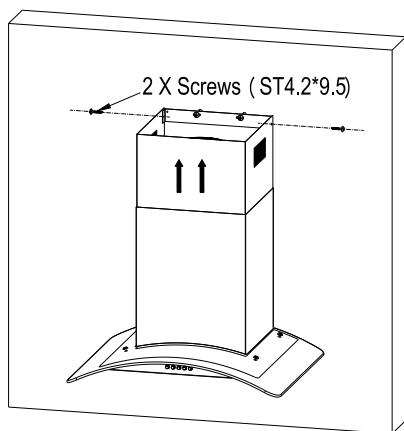

Рисунок 8
6. Подключите U-образную секцию к втягиванию воздуха. См. Рисунок 8.